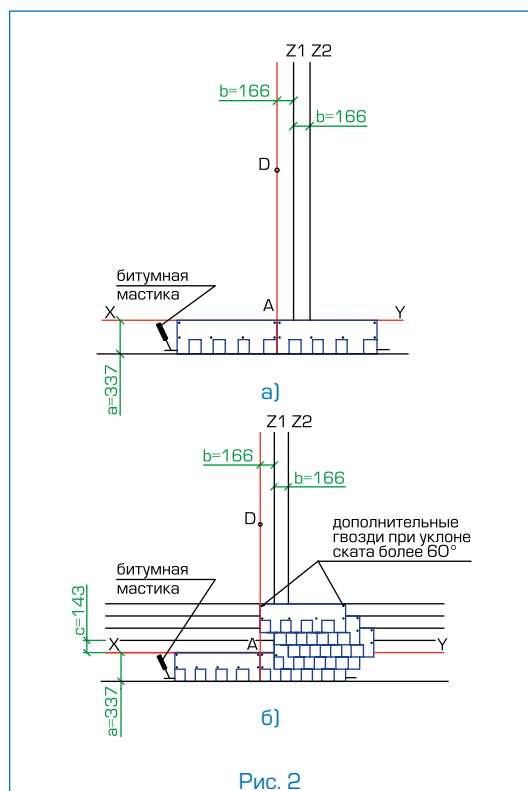

Рис. 2
Укладка материала (рис. 2)
- первый ряд черепицы укладывается от линии AD (рис. 2а);
- второй ряд укладывается от линии Z1 (со смещением 16,6 см от AD) (рис. 2б);
- третий ряд укладывается от линии Z2 (со смещением 16,6 см от Z1) (рис. 2б);
- четвертый ряд — от линии Z1 (рис. 2б);
- пятый ряд — от линии AD (рис. 2б);
Каждый лист черепицы АЛЯСКА крепится 4 гвоздями таким образом, чтобы гвоздь прошивал и верхний край низлежащего листа черепицы АЛЯСКА (рис. 2а,б).